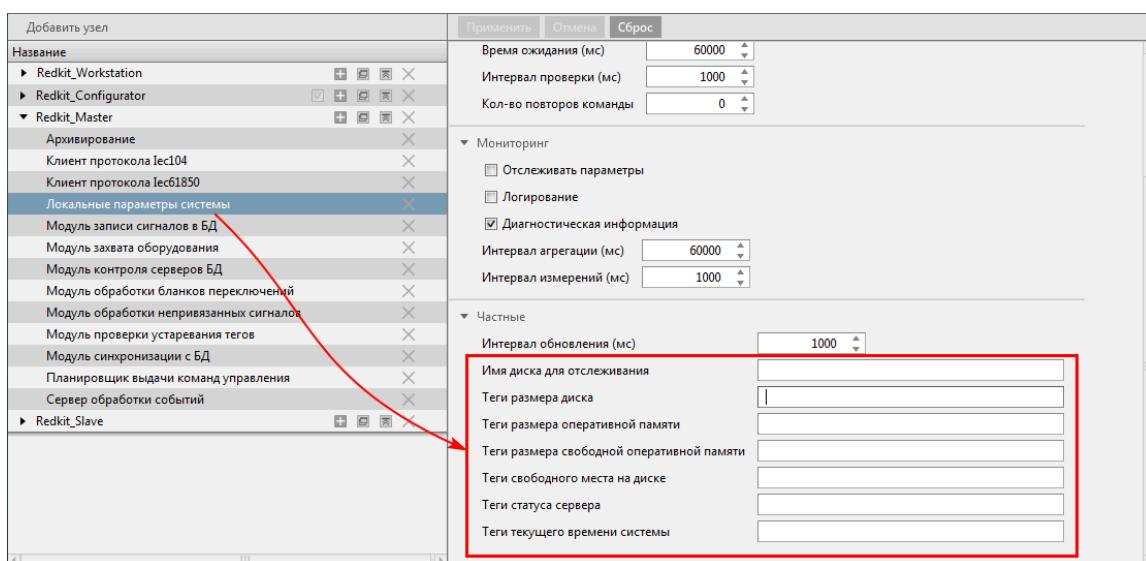

Рисунок 53 - Локальные параметры системы
2. В частных настройках модуля выберите **теги текущего времени системы**. Это теги, в которые записывается текущее системное время в формате UNIX-time (Рисунок 53).
3. В частных настройках модуля выберите теги состояния локального диска (Рисунок 53):
4. В частных настройках модуля выберите теги отслеживания состояния ОЗУ (Рисунок 53):